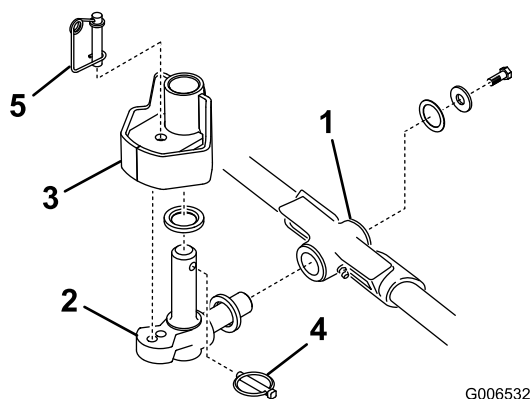

Figure 13
1. Montez une rondelle de butée sur l'axe horizontal du pivot comme montré à la Figure 13.
2. Insérez l'axe horizontal du pivot dans le tube de montage du bâti porteur (Figure 13).
3. Fixez le pivot au bâti porteur avec une rondelle de butée, une rondelle plate et une vis à embase (Figure 13).
4. Insérez une rondelle de butée sur l'axe vertical du pivot (Figure 13).
5. S'il a été déposé, insérez l'axe vertical du pivot dans le moyeu de pivot du bras de levage (Figure 13).
7. Insérez la goupille à anneau dans le trou transversal de l'axe de pivot (Figure 13).
Remarque: Si une position de plateau de coupe fixe est requise, insérez la goupille de blocage de direction dans le trou de fixation du pivot (Figure 13).
13. Accrochez le ressort autour du bas de la goupille de blocage de direction (Figure 13).